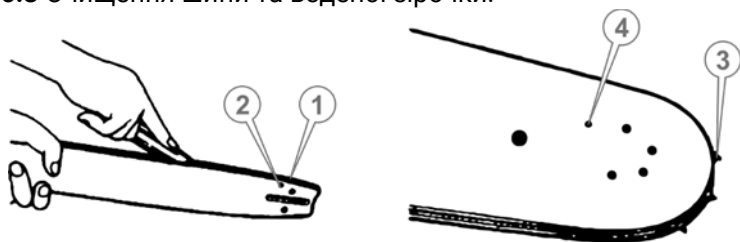

Рисунок 16. Схема обслуговування шини та веденої зірочки.
2. Видалити тирсу та бруд із жолоба шини, масляних каналів і веденої зірочки (рис. 16).